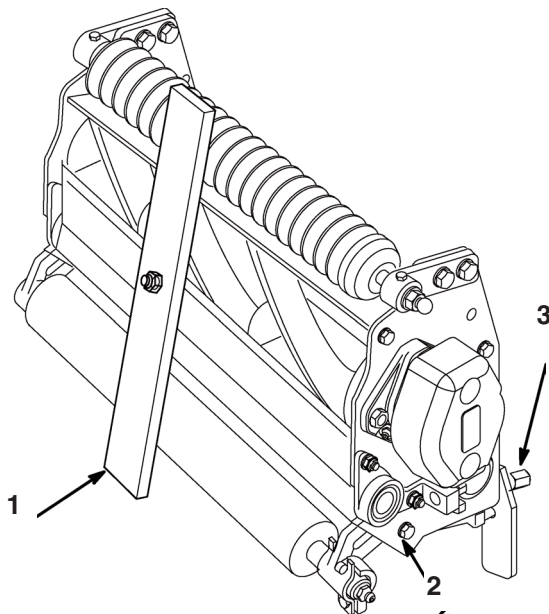

Bild 5
2. Wenden Sie die Schneideinheit um 90° und legen sie auf die hintere Rolle sowie die oberen Nasen hinten. Lockern Sie die Sicherungsmuttern an den Schrauben, mit denen die hinteren Rollenbügel abgesichert werden (Bild 5).